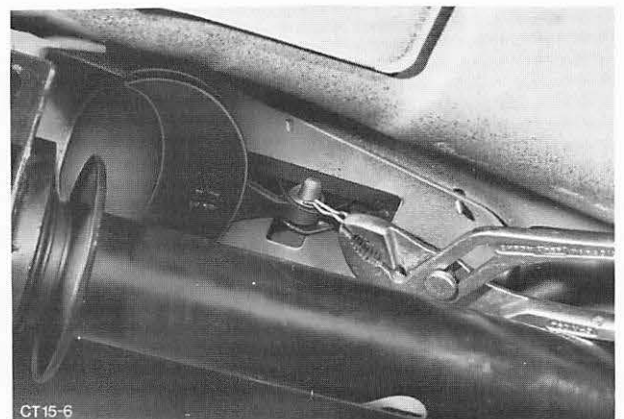
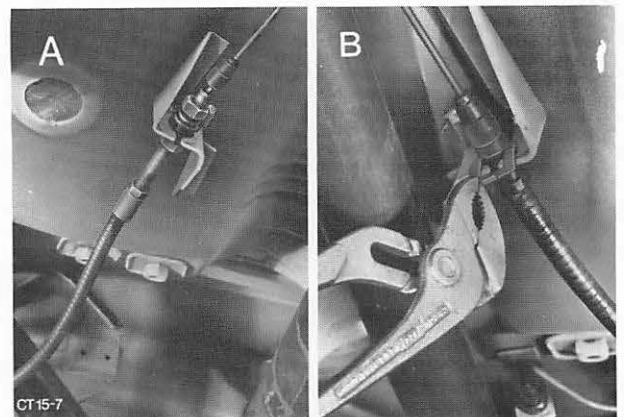

Abb. 9 Handbremsseil vom Handbremshebel abbauen
Abb. 10 A = Kontermutter – Handbremseinstellung
3. Handbremsseil vom Handbremshebel abbauen (1 Splintbolzen), Abb. 9. Bremsseil aus den Halterungen am Bodenblech lösen: Rechts Kontermutter-Handbremseinstellung abschrauben, links Sicherung herausziehen. Abb. 10.